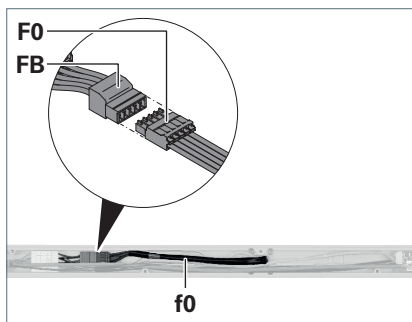

Fig. 10: Collegare la linea di alimentazione.
6. Collegare il portaconnettore a listello **F0** con la morsettiera a perno **FB** nella traversa, vedere Fig. 10.